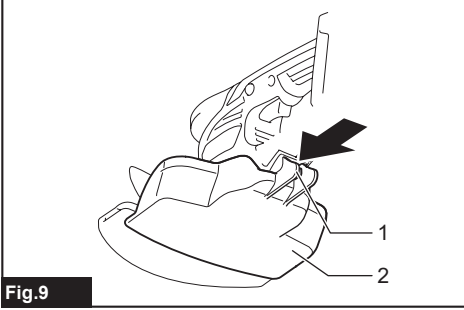

Fig.9
► **Abb.9:** 1. Werkzeugaufnahme 2. Schließen